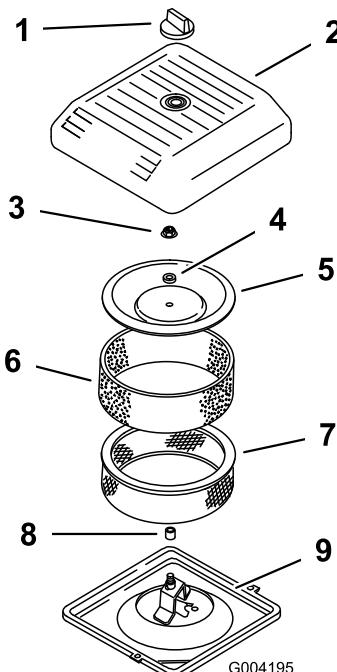

Рисунок 14
2. Отверните ручку и снимите крышку воздухоочистителя (Рисунок 14).
3. Осторожно снимите фильтр предварительной очистки из вспененного материала с бумажного элемента (Рисунок 14).
4. Отверните гайку крышки и снимите крышку, приставку и бумажный элемент (Рисунок 14).
2. Установите узел воздухоочистителя на его основание (Рисунок 14).
3. Установите крышку, проставку и закрепите их гайкой крышки (Рисунок 14). Затяните гайку с моментом 10,7 Нм.
4. Установите крышку воздушного фильтра и закрепите ручкой (Рисунок 14).